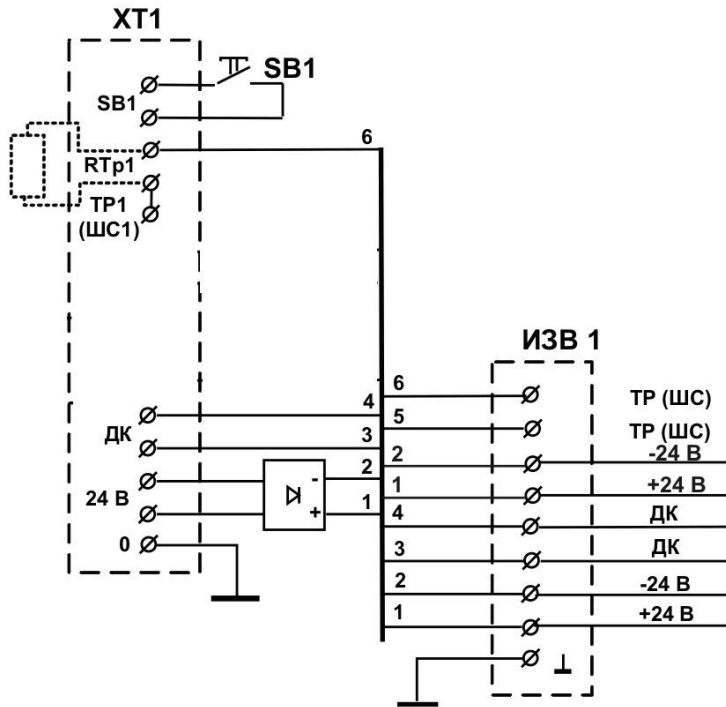

Рис.5.5
6.4.2.2 На рис. 5.5 приведена функциональная схема БМ и указаны зажимы для подключения соединительных кабелей.